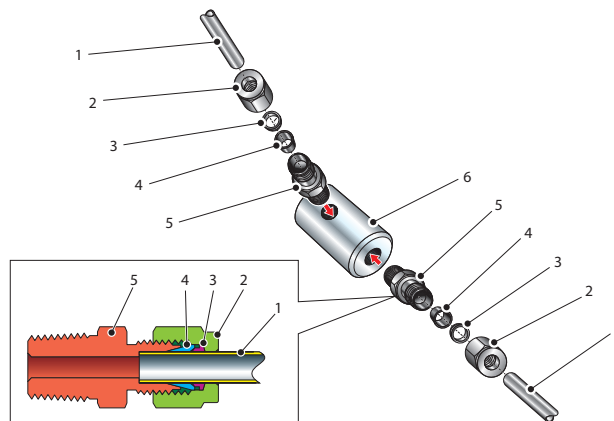

Abb. 22 Gas-Anschlüsse am Sensorblock
Die Gasein- und -auslass-Anschlüsse für das Probegas werden am Sensorblock entsprechend der *Abbildung 22* angebracht. Beide Anschlüsse am Sensorblock können als Gaseinlass verwendet werden, d.h. die Anschlüsse sind, wie es für die Verbindung geeigneter ist, untereinander austauschbar.
Gasein- und -auslass haben $\frac{1}{8}$ "-NPT-Anschlüsse. Es ist empfehlenswert, für beide Anschlüsse einen Edelstahl-Rohradapter zu verwenden, und zwar entweder die Größe $\frac{1}{8}$ " NPT auf 6 mm oder $\frac{1}{8}$ " NPT auf $\frac{1}{4}$ "; siehe Positionen 2 bis 5 in *Abbildung 22*. Die Verbindungen am Sensorblock (6) erfolgen wie nachstehend beschrieben: